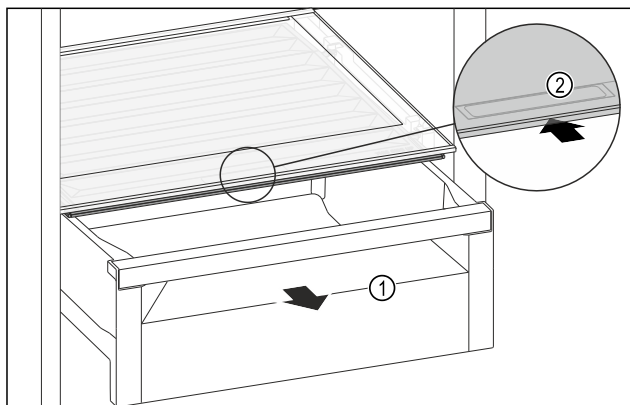

Fig. 125
- ▶ Schubfach Fig. 125 (1) herausziehen.
- ▶ Griffmulde Fig. 125 (2) am Fachdeckel anfassen und Fachdeckel gleichzeitig nach hinten schieben.